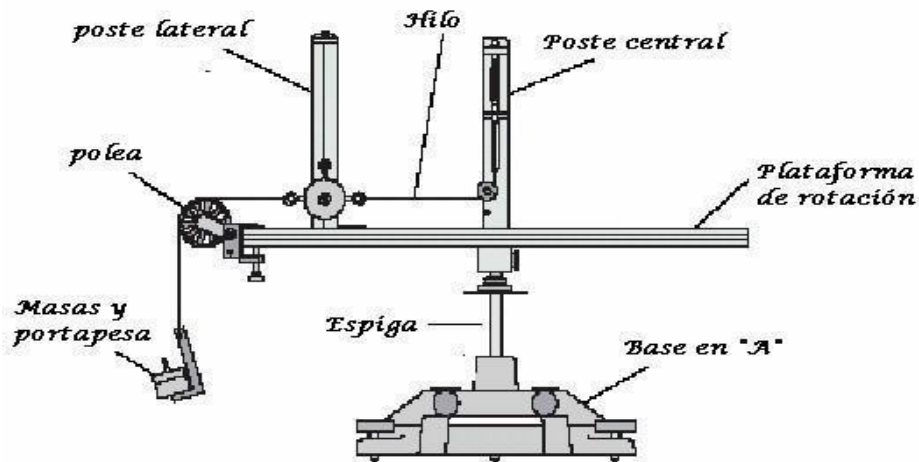

Figura 1. Montaje para estudio de la fuerza centrípeta
- Coloque la masa “**m**” deseada en el portapesas y cuelgue el portapesas a un extremo de la masa “**M**” pasando por la polea como se indica en la **Figura 1**.